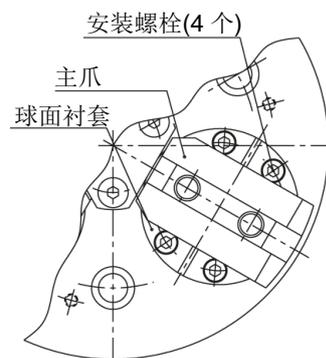

图 7
- ① 作业前，务必切断机床的主电源。
- ② 拆下卡爪和 T 型螺母。
- ③ 将卡盘表面的定位座及夹具等全部拆下。
- ④ 拆下球面衬套的安装螺栓。（参见图 7）